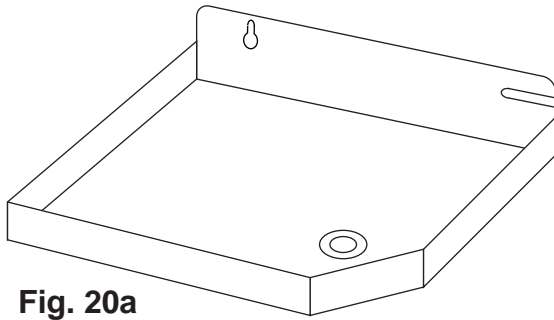
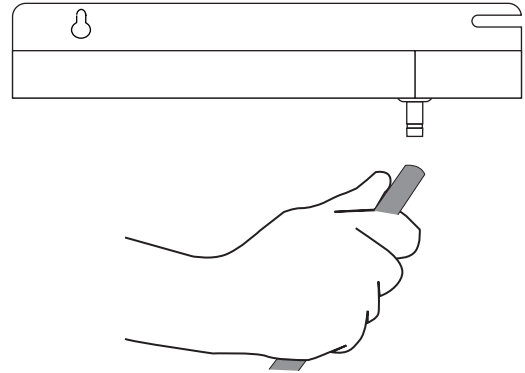

Fig. 20a
Fig. 20b
20.1 Prenez le tube de 5/16" dia. que vous avez déroulé précédemment et enfitez une extrémité sur le connecteur situé en dessous du plateau. Voir Fig. 20a et Fig.20b.